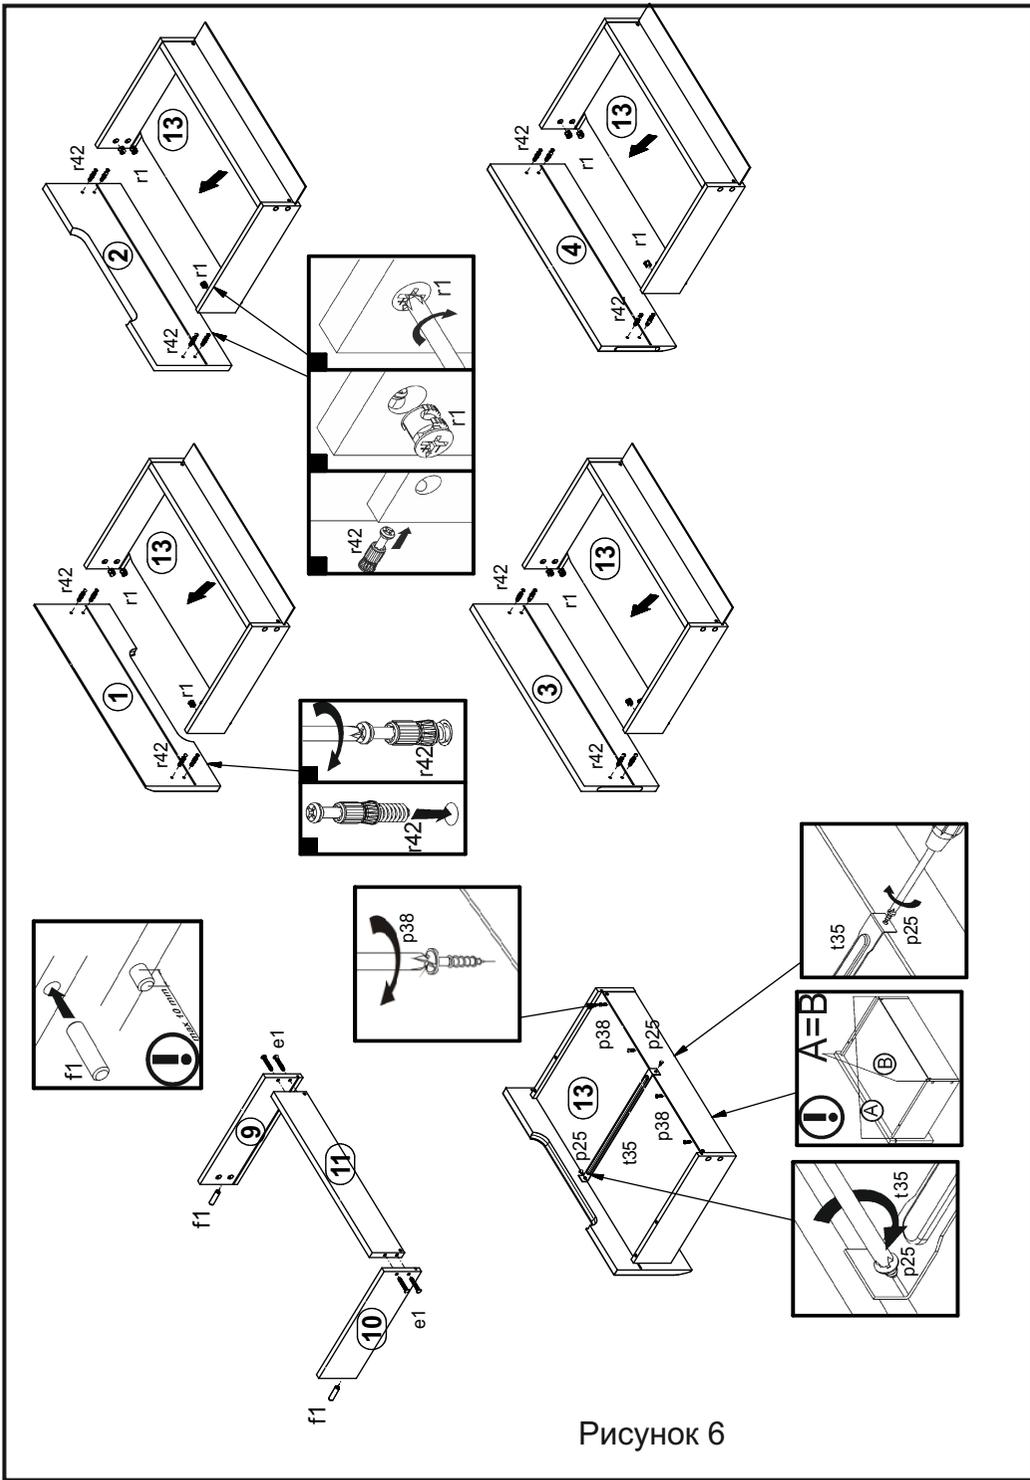

Рисунок 6
4.12. В отверстия  $\varnothing 15$  мм на внутренних поверхностях деталей 9, 10 вставить стяжки эксцентриковые r1. В отверстия  $\varnothing 5$  мм на внутренних поверхностях деталей 1, 2, 3, 4 вкрутить винты стяжки r42. В отверстия  $\varnothing 8$  мм в торцах деталей 9, 10 вбить деревянные шканты f1. **ВНИМАНИЕ! В случае, если шкант выступает из отверстия более, чем на 10 мм, его необходимо укоротить, т.к. возможно повреждение деталей. В таких случаях рекламация НЕВОЗМОЖНА.** Соединить детали корпусов ящиков 9, 10, 11 с помощью конформатов e1. Для поворота конформатов использовать специальный ключ z1 (см. рис. 6).
4.13. Соединить панели ящиков 1, 2, 3, 4 с корпусами ящиков при помощи шкантов f1 и винтов стяжек r42 и затянуть стяжки эксцентриковые r1 при помощи отвертки (см. рис. 6).
4.14. Вставить дно ящика 13 в пазы в стенках ящиков 9, 10 и панелей ящиков 1, 2, 3, 4, закрепить дно шурупами p38 (см. рис. 6).
4.15. Зафиксировать дно ящика 13 с помощью фиксаторов dna ящика t35 и шурупов p25 (см. рис. 6).
4.18. Закрывать эксцентриковые стяжки на стенках боковых ящиков 9,10 заглушками s2 (см. рис. 6). **ВНИМАНИЕ!** В комплекте фурнитуры имеется лента фиксирующая n26 с шурупом p38 и дюбель f35 с шурупом p17 для крепления изделия к стене в целях предотвращения его опрокидывания. Для этого необходимо в месте установки изделия разметить и просверлить с помощью электродрели отверстие диаметром 10 мм в стене на 30 мм ниже уровня детали 7 изделия, забить с помощью молотка дюбель f35 в отверстие в стене, закрепить ленту фиксирующую n26 шурупом p38 на верхней поверхности детали 7 изделия, завернуть шуруп p17 в дюбель f35 сквозь отверстие в ленте фиксирующей n26.